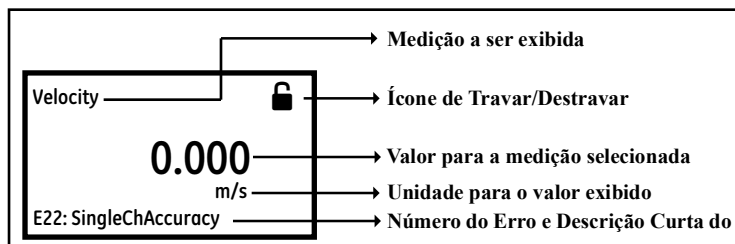

Figura 33: Visualização de Medição
Após a inicialização, se a *Measurement View (Visualização de Medição)* do medidor (Consulte *Figura 33*) mostrar um ícone  no canto superior direito do display, use os seguintes passos para desbloquear o medidor do modo de bloqueio do teclado.
- Finalmente, a *Measurement View (Visualização de Medição)* (Consulte *Figura 33*)
Esta tela (Consulte *Figura 33*) será referida como "*Measurement View (Visualização de Medição)*" ao longo deste capítulo. O usuário pode escolher a medição a ser exibida nesta visualização a partir de uma lista de opções. O indicador de Erro no canto inferior esquerdo do display ficará em branco se o medidor não tiver erro.